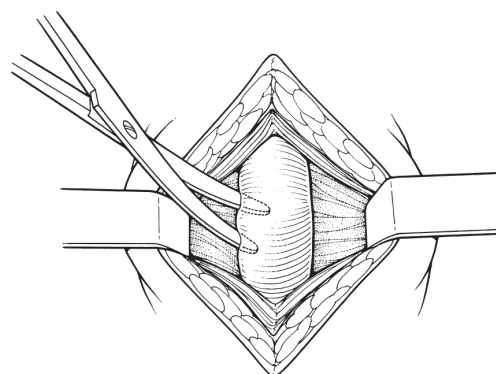

Figura 4-6. Dissecar o músculo bulbocavernoso
2. Faça uma incisão perineal de linha intermédia e disseque o músculo bulbocavernoso à volta da uretra bulbar. (**Figura 4-6**)